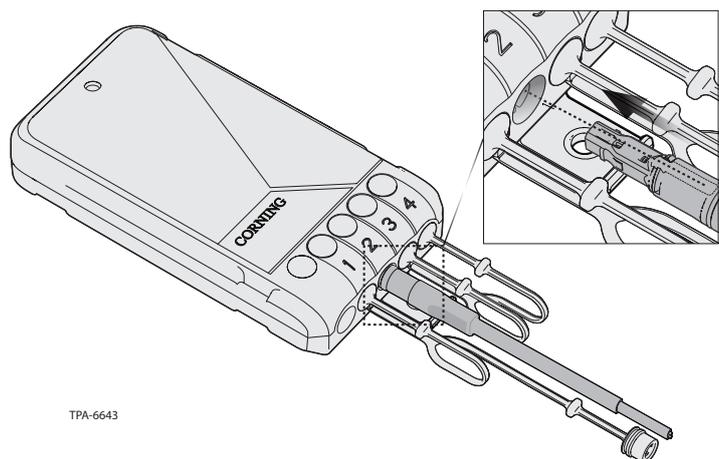

Figure 27
Étape 8 : insérer le câble de dérivation connectorisé dans le port du connecteur. Aligner l'encoche sur le connecteur avec le bouton du port dans le terminal (Figure 27).